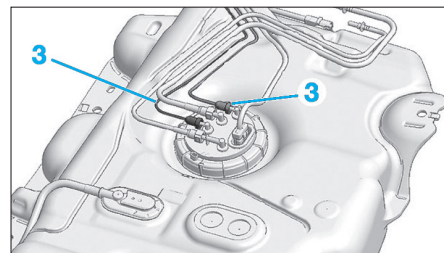

Fig. 26
- Débrancher les connecteurs (2).
- Abaisser le réservoir à carburant puis désaccoupler les tuyaux de carburant (3) (Fig.26).